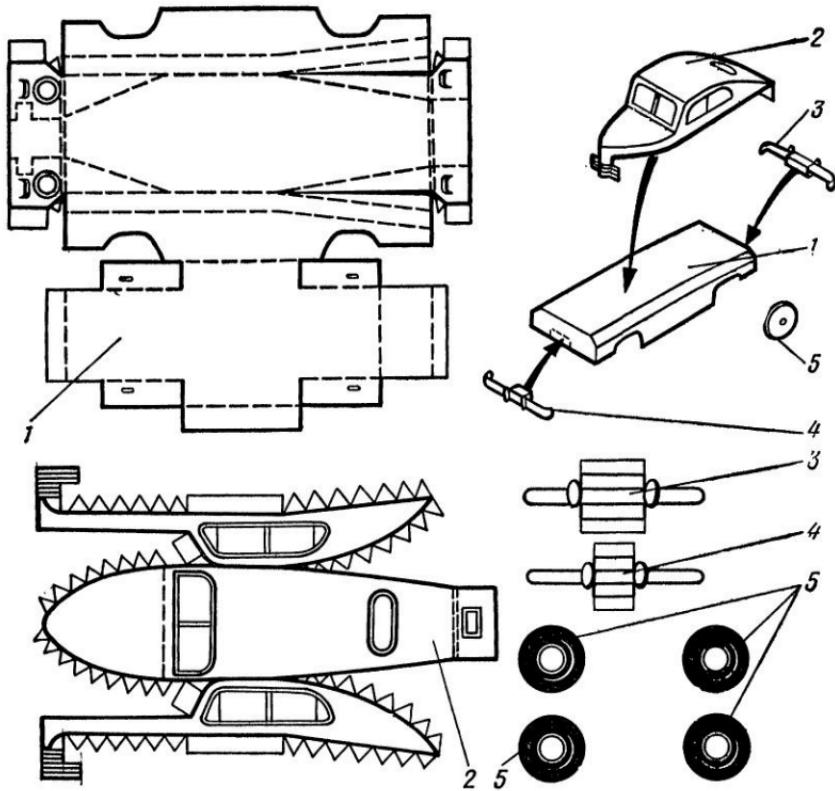

Рис. 22. Модель автомобиля ГАЗ-20 (шасси и кузов)
После перенесения чертежа на плотную бумагу (рис. 22) в раме (1) делают надрезы по черным жирным линиям. Все детали согбают по пунктирным линиям и, намазав белые клапаны kleem, склеивают. Колеса (5) наклеиваются на картон и вырезаются. Когда клей высохнет, приступают к сборке машины.